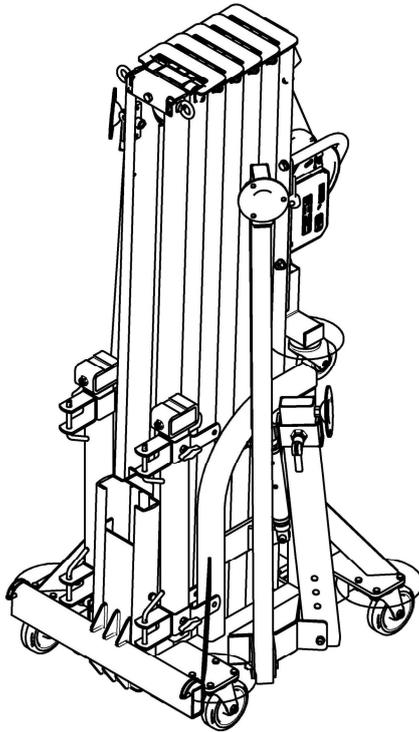

Figure 1
- ⇒ Placer l'élevateur en position verticale, sur ses roulettes de transport (Figures 1 et 2)